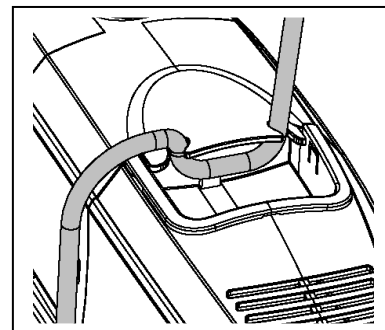

Fig. 2
2. Pase el cable de alimentación de corriente a través de la manija en la tapa de la bomba. Fig. 2